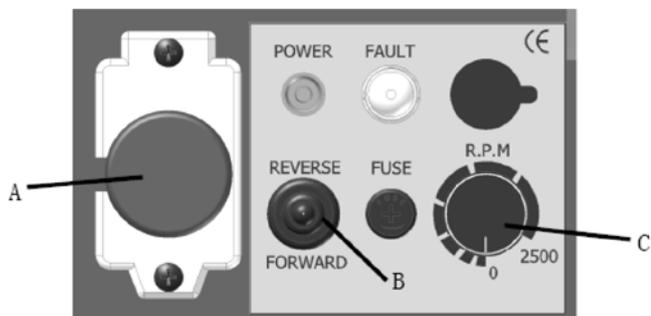

Рис.5
**А. ПЕРВИЧНЫЙ ЗАПУСК ВО ВРЕМЯ УСТАНОВКИ (Рис. 5)**